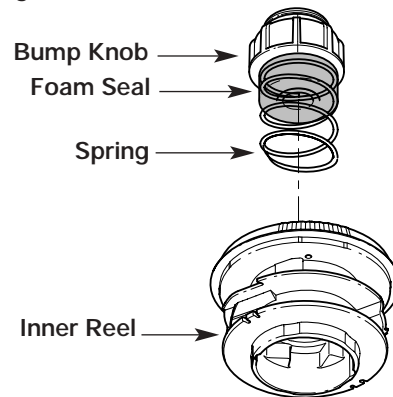

Fig. 22
1. Retirez le bouton de butée, le ressort et le joint en mousse en tournant le bouton de butée à gauche (Fig. 22).
2. Tirez le bouton de butée, le ressort et le joint en mousse (Fig. 22).
7. Placez le bouton de butée, le ressort et le joint en mousse dans le moulinet intérieur (Fig. 22).